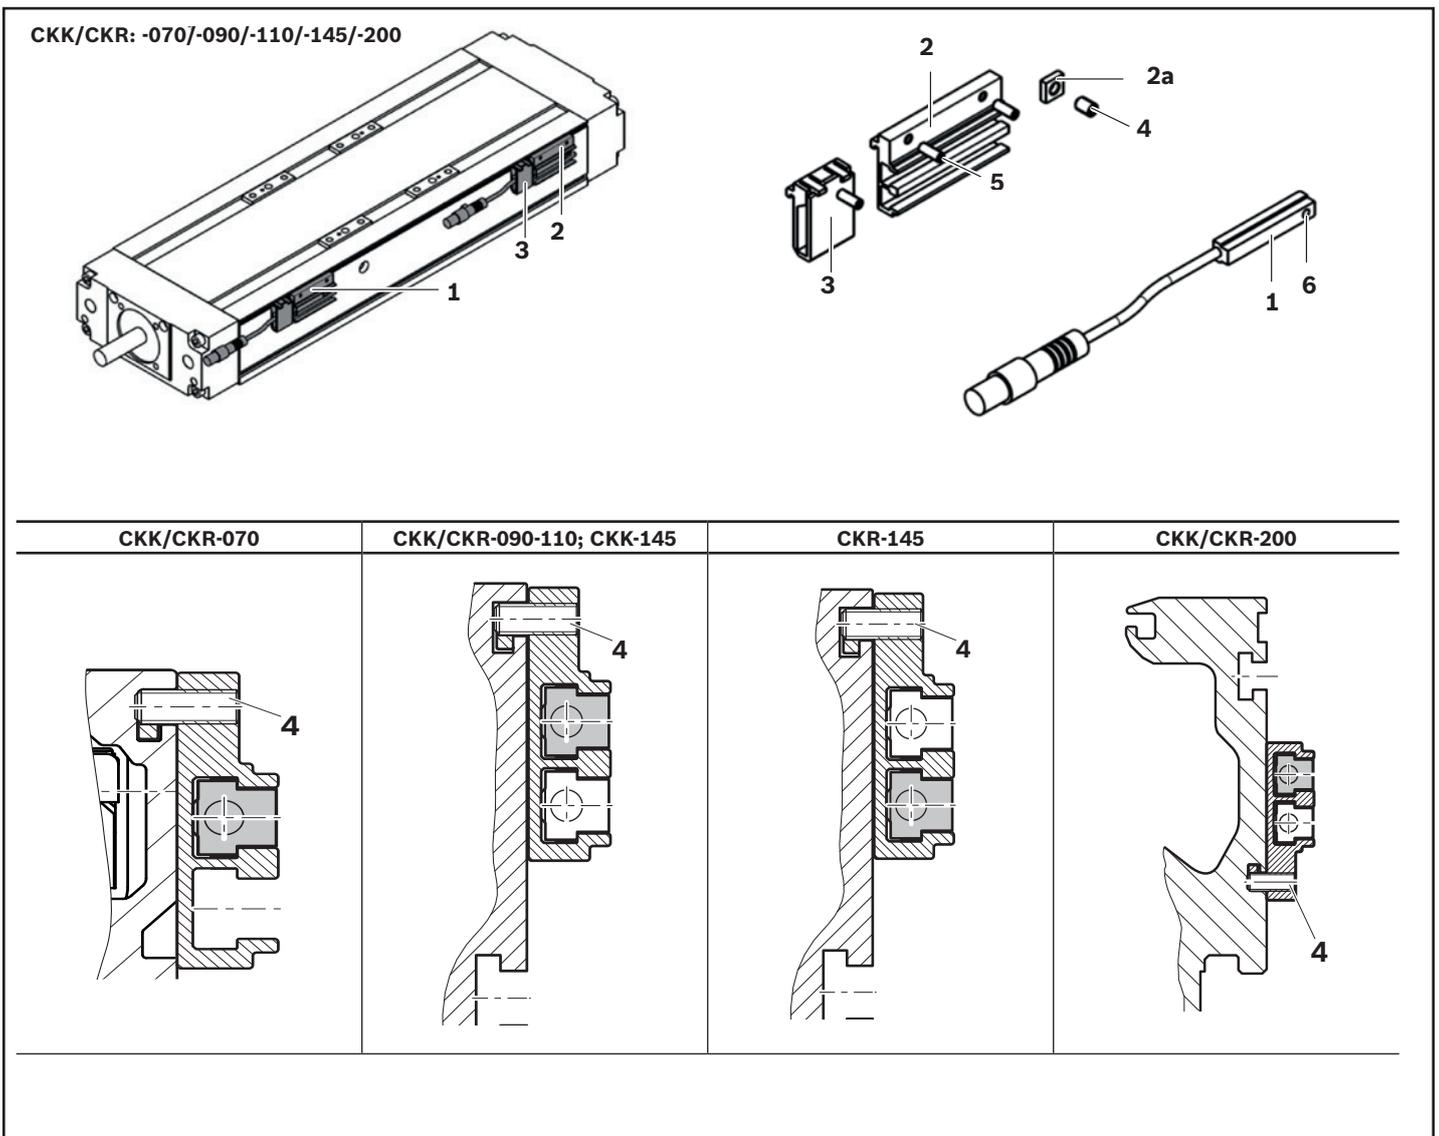

Fig. 8: Magnetischen Sensor montieren (CKK/CKR: -070/-090/-110/-145/-200)
► Schalterbetätigung erfolgt über Magneten im Tischteil. Fig. 8 zeigt CKK; für CKR ist die Montage identisch.